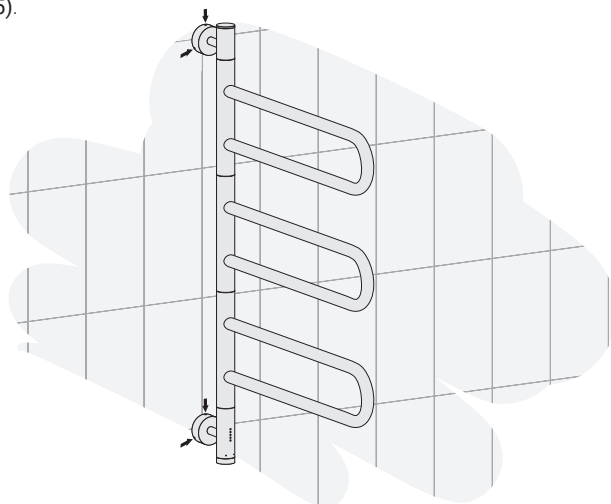

Рис.15
4.2.9. Прижать до упора весь полотенцесушитель к стене и с усилием зафиксировать стопорные винты в кронштейнах (рис. 15).